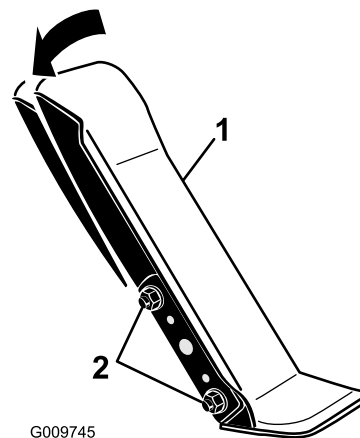

Figure 103
1. Desserrez les 2 écrous et boulons qui fixent le côté gauche de la pédale de déplacement au support (Figure 103).
2. Faites pivoter la pédale à l'angle voulu puis serrez les écrous (Figure 103).